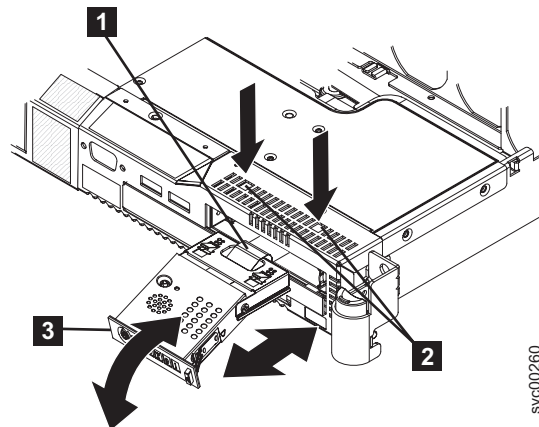

図 209. ライト・パス・アセンブリーの取り外し
10. ノード上部を通して見える 2 つの解放ボタン (図 209 の **2**) を押して、ライト・パス・アセンブリー **3** をノードから完全に引き出します。ライト・パス・アセンブリーに続いてリボン・ケーブル **1** を慎重に引き出します。